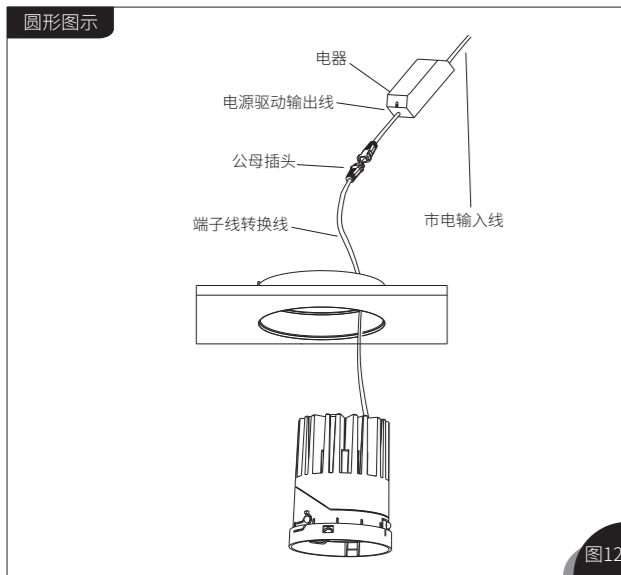

图12
7.将转换线上的端子与灯具背部端口对接，另一端和电源驱动输出线连接，驱动输入线接入市电，如图12所示；